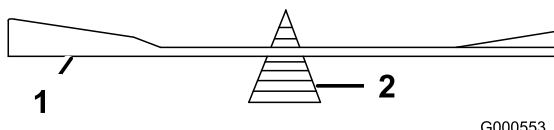

Figura 66
- Verifique el equilibrio de la cuchilla colocándola sobre un equilibrador de cuchillas (Figura 66).